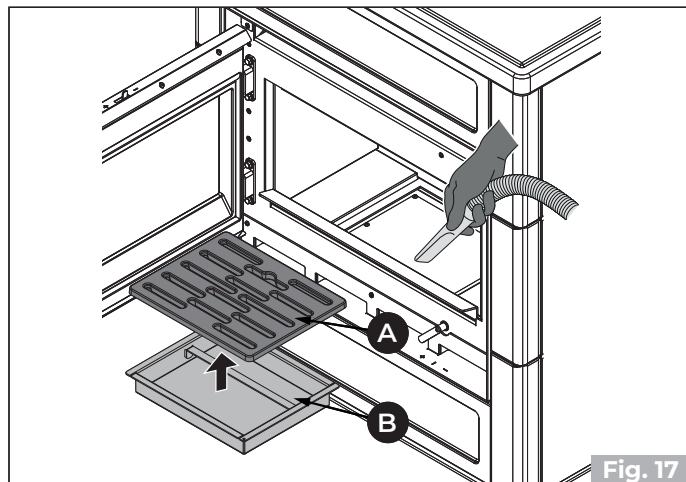

Fig. 17
- 1) Nettoyer soigneusement la grille (A) (Fig. 17). La retirer et effectuer le nettoyage du foyer en utilisant une balayette (non fourni) en faisant convoyer les résidus de la combustion dans le tiroir des cendres.
- 2) Retirer le tiroir à cendres (B) de la base et aspirer les cendres déposées dans les compartiments situés en dessous (Fig. 17).